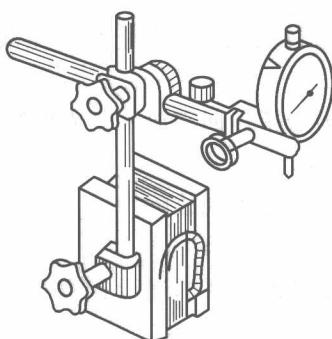

图 1-14 百分表安装
1) 如图 1-14 所示，先将百分表固定在表架（支架）上，以测杆端量头抵住被测工件表面，并使量头产生一定的位移（即指针存在一个预偏转值）。